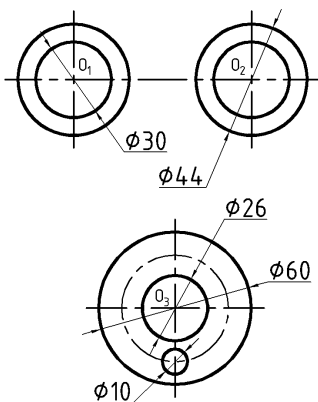

Рис. 85. Построение окружностей $\varnothing 30$, $\varnothing 44$, $\varnothing 26$, $\varnothing 60$ и $R5$
1. Командой *Circle (Круг)* начертить шесть окружностей (рис. 85) (2 окр. $\varnothing 30$, 2 окр. $\varnothing 44$, а также 2 окр. $\varnothing 26$ и $\varnothing 60$):
2. Командой *Circle (Круг)* с использованием привязки КВАдрант (*QUAdrant*), начертить окружность радиусом 5 мм (см. рис. 85).